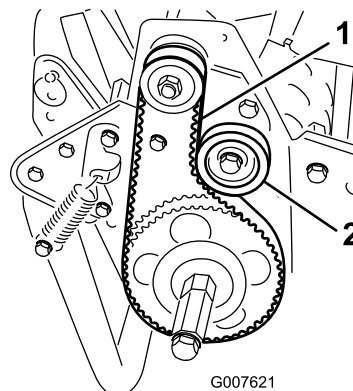

図 38
2. プーリ間の中央部で 図 38、1822 N (1.8 - 2.3 kg) 程度の力でベルトを指で押して張りを点検する。ベルトのたわみが 6mm あれば適正とする。
- A. アイドラプーリ固定ナットをゆるめ、プーリをベルトの背に押しつけて、適当な張りを出す 図 38。